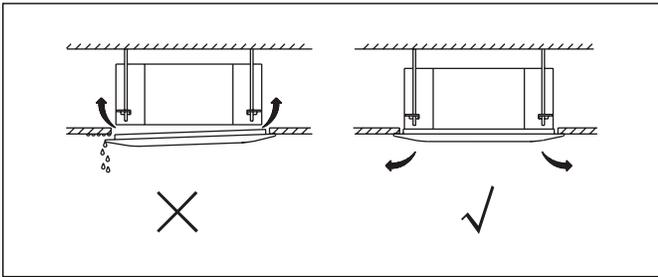

Figure 51
- ▶ Après avoir installé la façade, assurez-vous qu'il n'y a pas d'espace entre la façade et le module. Autrement, de l'air peut fuir par l'écart et causer des fuites d'eau. (Voir la figure 51 ci-dessous)